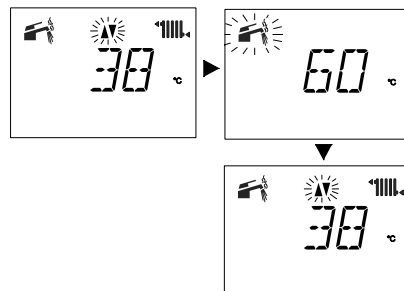

Figura 2.16 LCD massimo sanitario.
- con regolazione temperatura sanitaria massima **Figura 2.16**